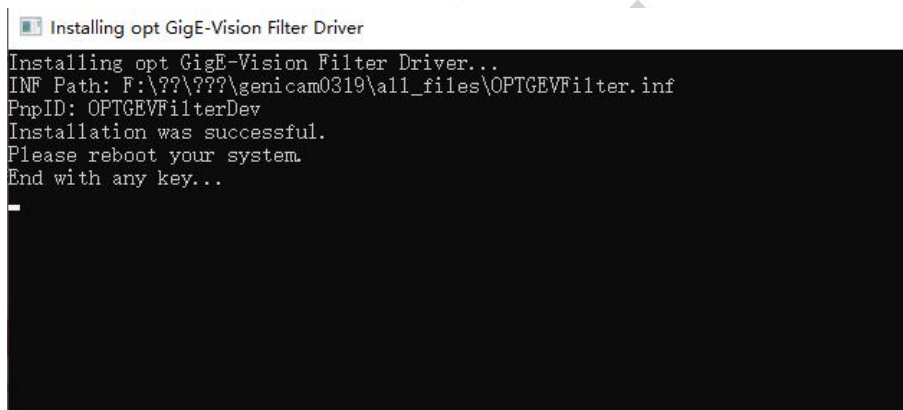

图 3-10 驱动安装窗口
11. opt GigE-Vision 旧驱动卸载完成，进入 opt GigE-Vision 驱动安装窗口如图 3-10 所示，自动安装新驱动，等待驱动安装成功并在 5 秒后自动退出控制台。